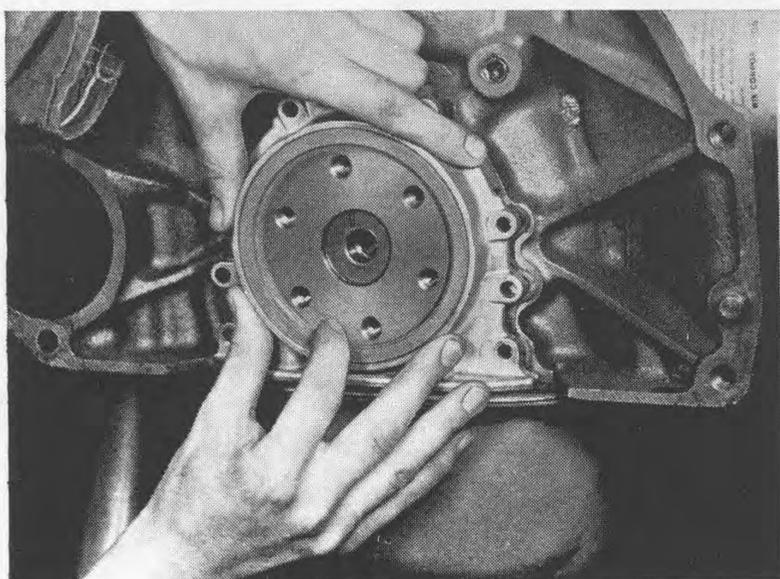

Bild 48. Montering av bakre tätningssläns (gummiläpp)
3. Montera tätningsslänsen med väl rengjord tätningssyta och ny packning. (Olja först in tätningsslänsen). Tätningsslänsen ska föras på vevaxeln med försiktighet, så som bild 48 visar. Mata på tätningsslänsen med ett finger.